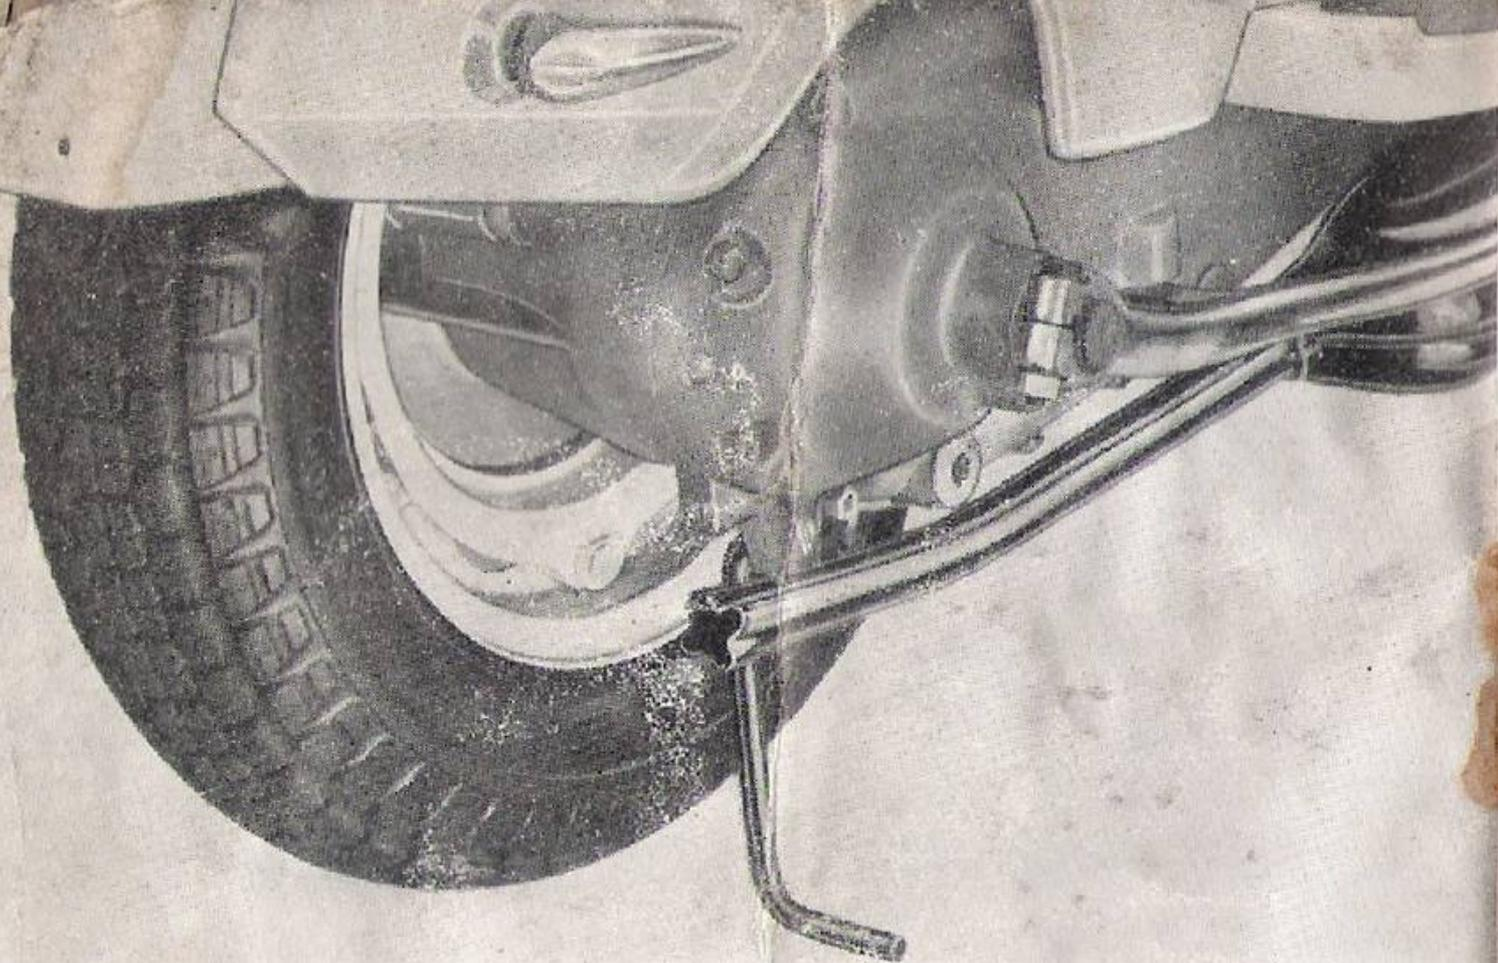

Fig. 8
- applicare il puntone, che troverete fra gli attrezzi di dotazione, al carter motore in modo da sollevare la ruota da terra (v. fig. 8)